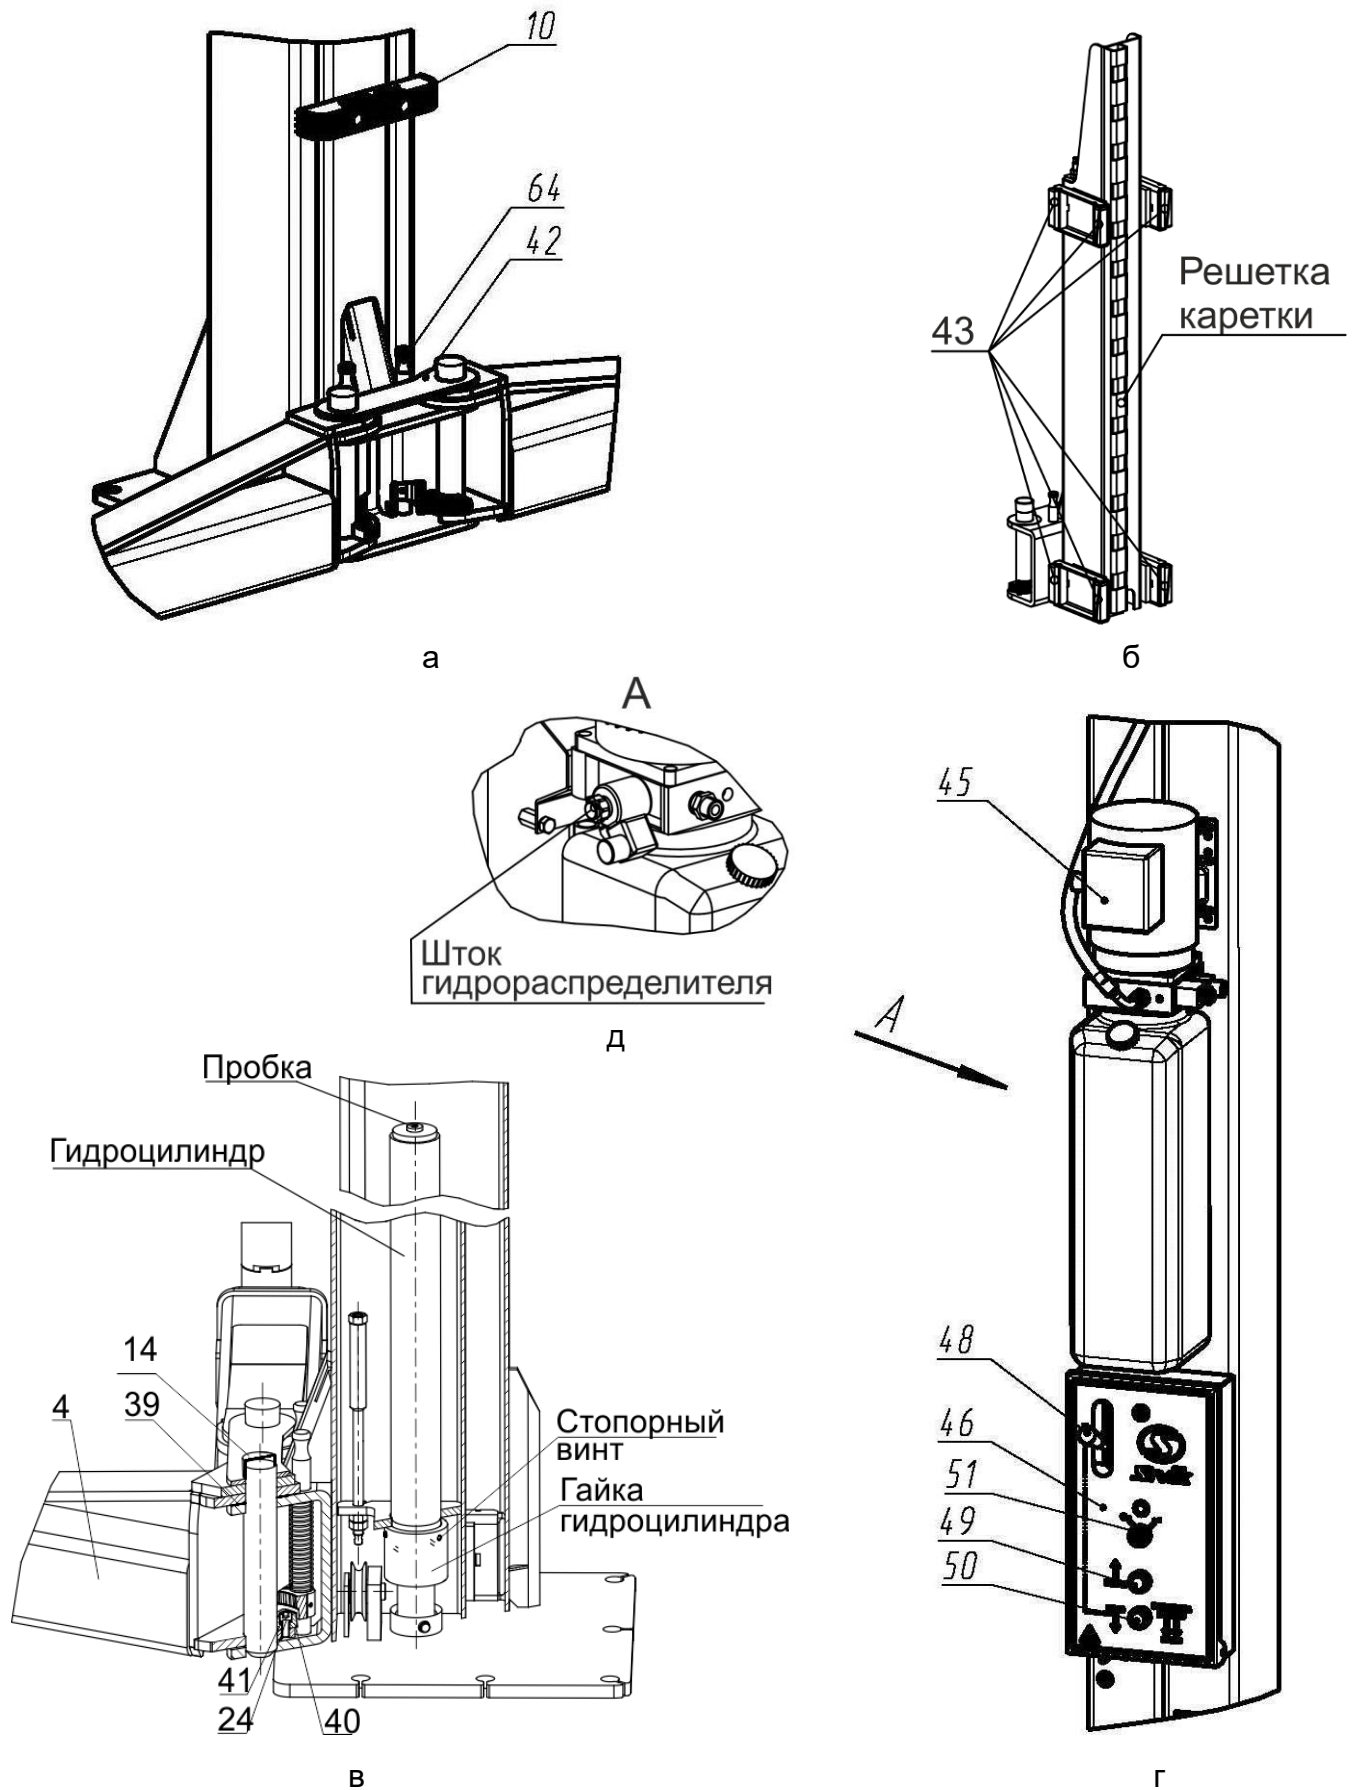
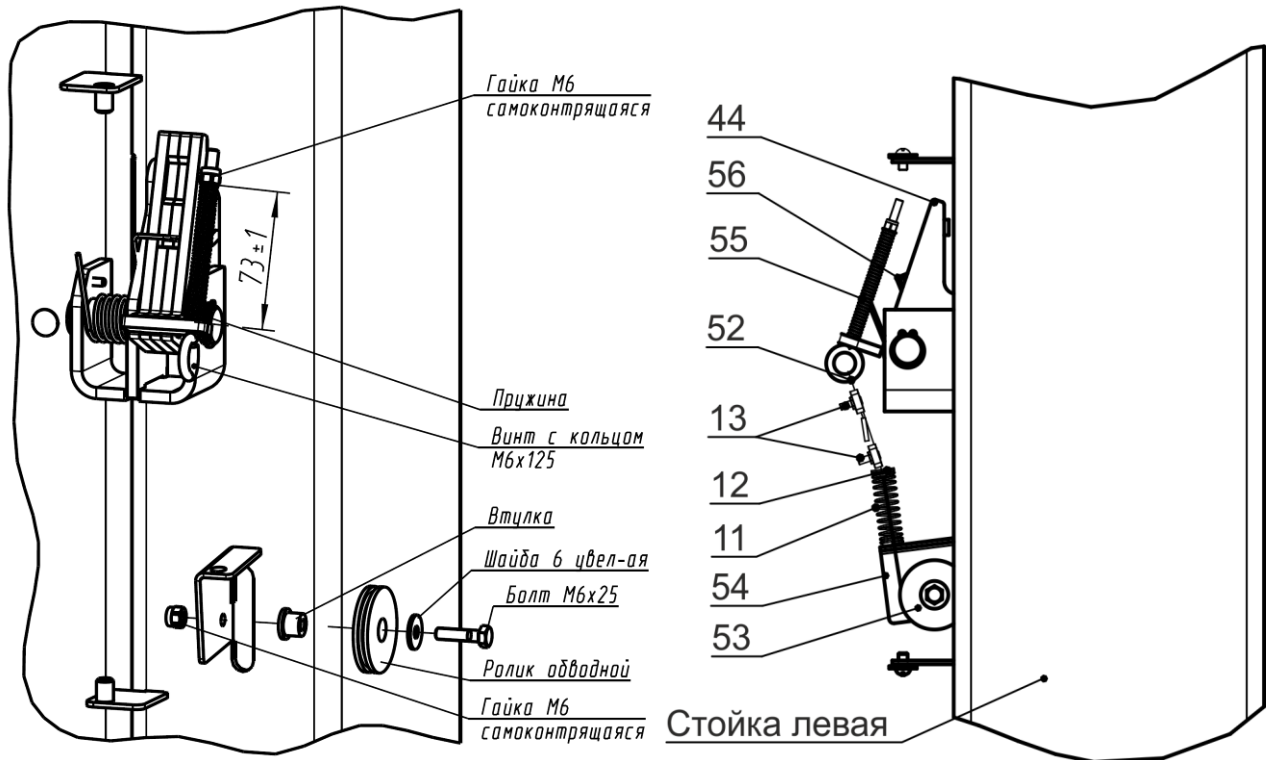

Рисунок 4.1 – Виды подъемника
Рисунок 6.5 - Система стопорения кареток
Подъемник (рисунок 3.1) состоит из двух стоек коробчатого сечения – правой 1 и левой 2, двух надставок 5 и 6 соединенных между собой поперек переключателем 3. Подъемник имеет возможность регулировки по высоте от 4197(4712)¹ мм до 4447(4962)¹ мм. Это достигается креплением надставок 5 и 6 на первый или второй ряд крепежных отверстий. В стойках размещены каретки 63 с закрепленными на них поворотными телескопическими подхватами 4 равной длины. На концах подхватов 4 установлены опоры 7, подставки опоры 8,9. Подхваты фиксируются стопорными устройствами 64 (рисунок 4.1а), автоматически срабатывающими при подъеме автомобиля. При опускании кареток 63 в крайнее нижнее положение происходит автоматическое расстопорение подхватов 4. Каретки 63 приводятся в движение гидравлическими цилиндрами, установленными внутри стоек. Подъемник снабжен системой 62 тросовой синхронизации движения кареток 63.
Каждая каретка 63 (рисунок 4.1б) снабжена полиамидными ползунами 43, скользящими по беговым дорожкам стоек 1 и 2. Каретки фиксируются на требуемой высоте стопорами-защелками 44 (рисунок 6.5), закрепленными на стойках 1,2 и входящими в зацепление с решетками на каретках 63.
На правой стойке (рисунок 4.1г) размещена насосная станция 45 с пультом управления 46. Внутри насосной станции 45 находится клапан предохранительный, предотвращающий перегрузку в гидросистеме. Клапан предохранительный настроен на заданное давление и опломбирован.
Для предотвращения повреждения дверей автомобиля (при открывании) на каретки 63 установлены накладки 10, фиксируемые винтами М8х35 и шайбами 8 (рисунок 3.1 и рисунок 4.1а).
Управление подъемником осуществляется рычагом 48 (рисунок 4.1г) и двумя кнопками 49 и 50, установленными в пульте управления 46. Рычагом 48 осуществляется расстопорение кареток 63, а кнопками 49 и 50, подъем (кнопка 49) и опускание (кнопка 50) кареток 63.
① **ВНИМАНИЕ!** Перед сборкой проверить затяжку гаек гидроцилиндров и стопорных винтов (рисунок 4.1в).
6.6 Установить упругую тягу (сжать пружину гайкой до указанного размера 73мм) и обводной ролик, затем тросик системы стопорения (рисунок 6.5).
Для того чтобы проверить срабатывание упругой тяги 55, необходимо одному человеку прижать рукой защелку 44 к стойке 2, а другому повернуть рычаг 48 (рисунок 4.1г) вниз. Упругая тяга 55 должна вытянуться на полный ход штока-
При повороте рычага 48 вниз (рисунок 4.1г), защелка на левой стойке должна отвестись, так же как отвелась защелка на правой стойке. При повороте рычага 48 вверх (рычаг 48 должен удерживаться в верхнем положении пружиной), защелки на левой и правой стойке должны вернуться в исходное положение. Регулировка проводится выборкой слабины тросика 52 и обжатием петли зажимом 13.
6.9 Открутить пробку бака насосной станции 45 и залить масло (около 12 л) до верхней метки «МАХ» (рисунок 4.1г). Уровень масла контролировать визуально. Установить пробку бака на место.
- кратковременным нажатием на кнопку 49 (двигатель должен работать, вращение крыльчатки по стрелке на кожухе эл. двигателя, а из бака должно убывать масло, рисунок 4.1г).
- отвернуть пробки у каждого гидроцилиндра на один оборот (рисунок 4.1в)
7.2.1 Нажатием кнопки 49 поднять автомобиль, чуть выше требуемой высоты (защелки должны быть поджаты к стойкам, рисунок 6.5) и нажатием кнопки 50 опустить каретки 63 на защелки 44. Убедиться в том, что каретки 63 опустились на защелки 44 (при нажатии кнопки 50 каретки больше не опускаются). В этом случае гидравлическая система разгружена, вес автомобиля воспринимается стойками подъемника.